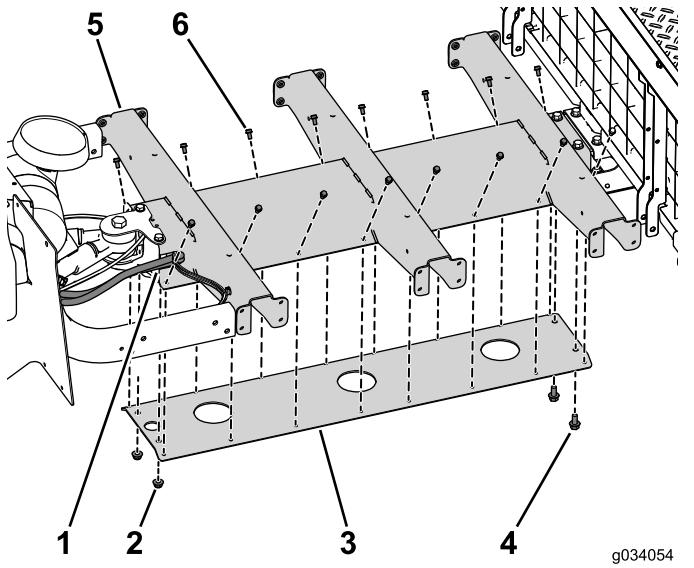

図30
1. センターチャネルに、プラットフォームサポートを仮止めするボルト5/16 x 3/4 インチ4本を使う図30。